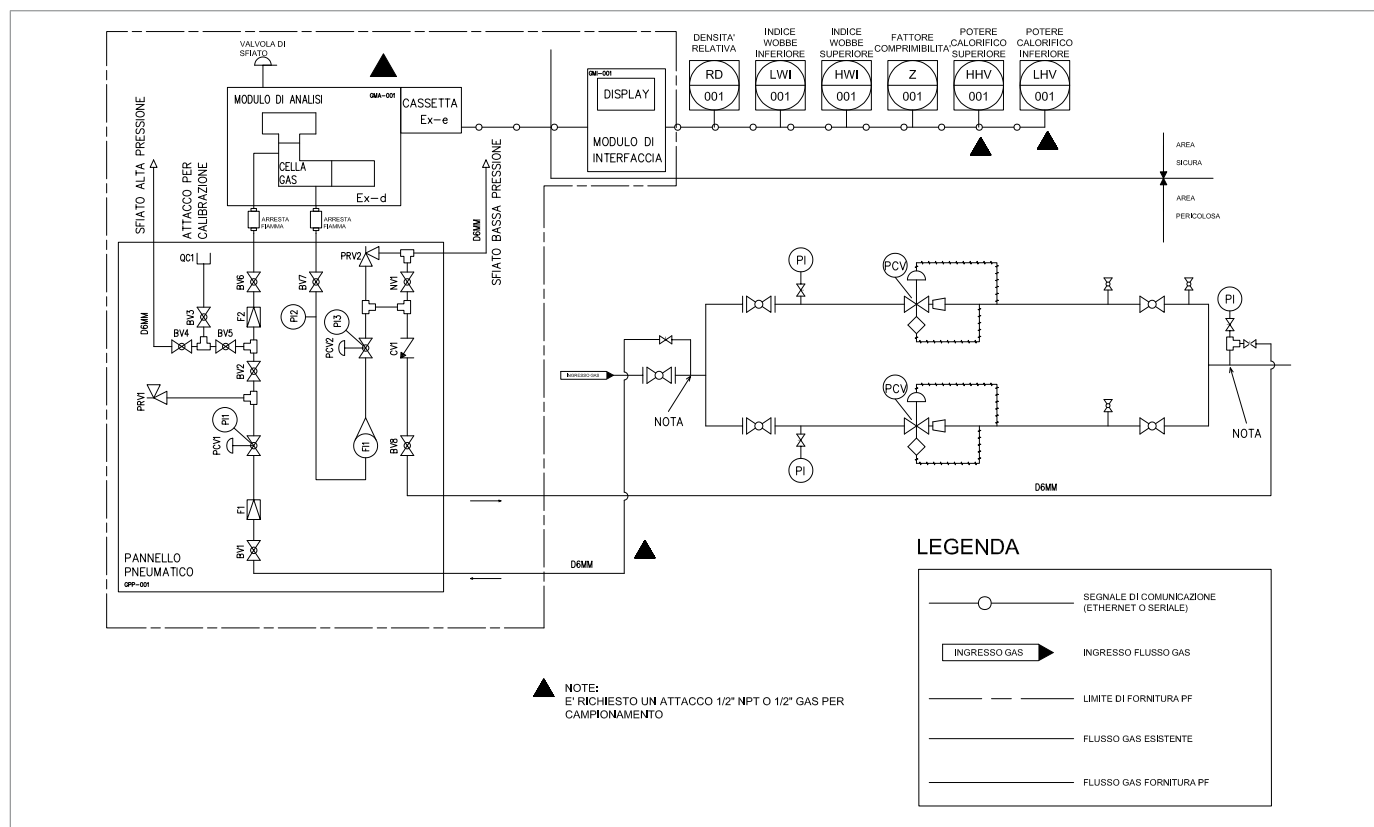
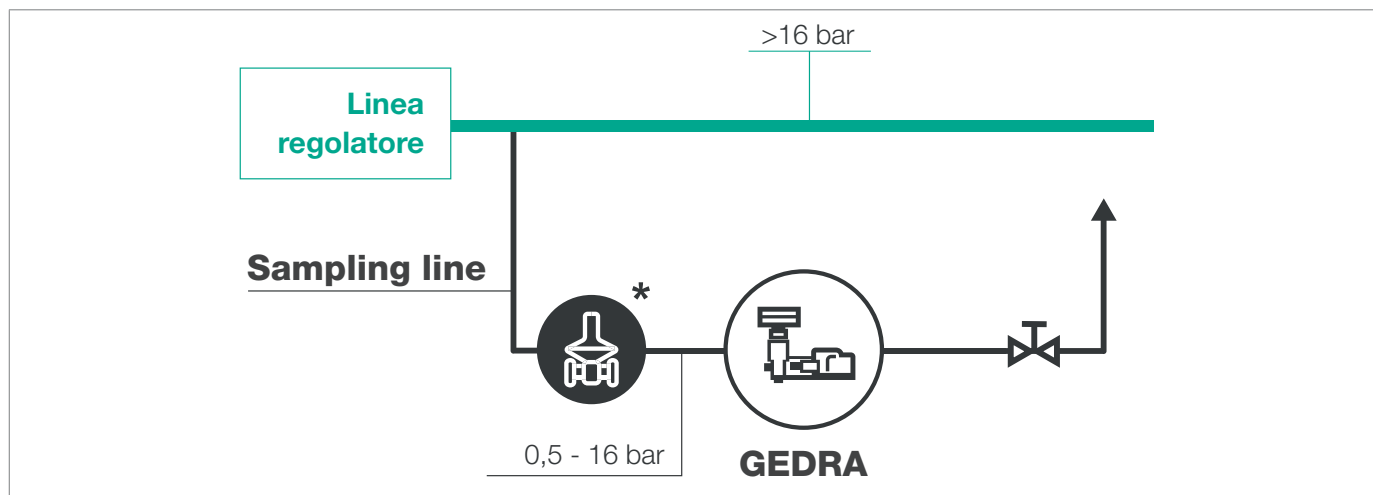
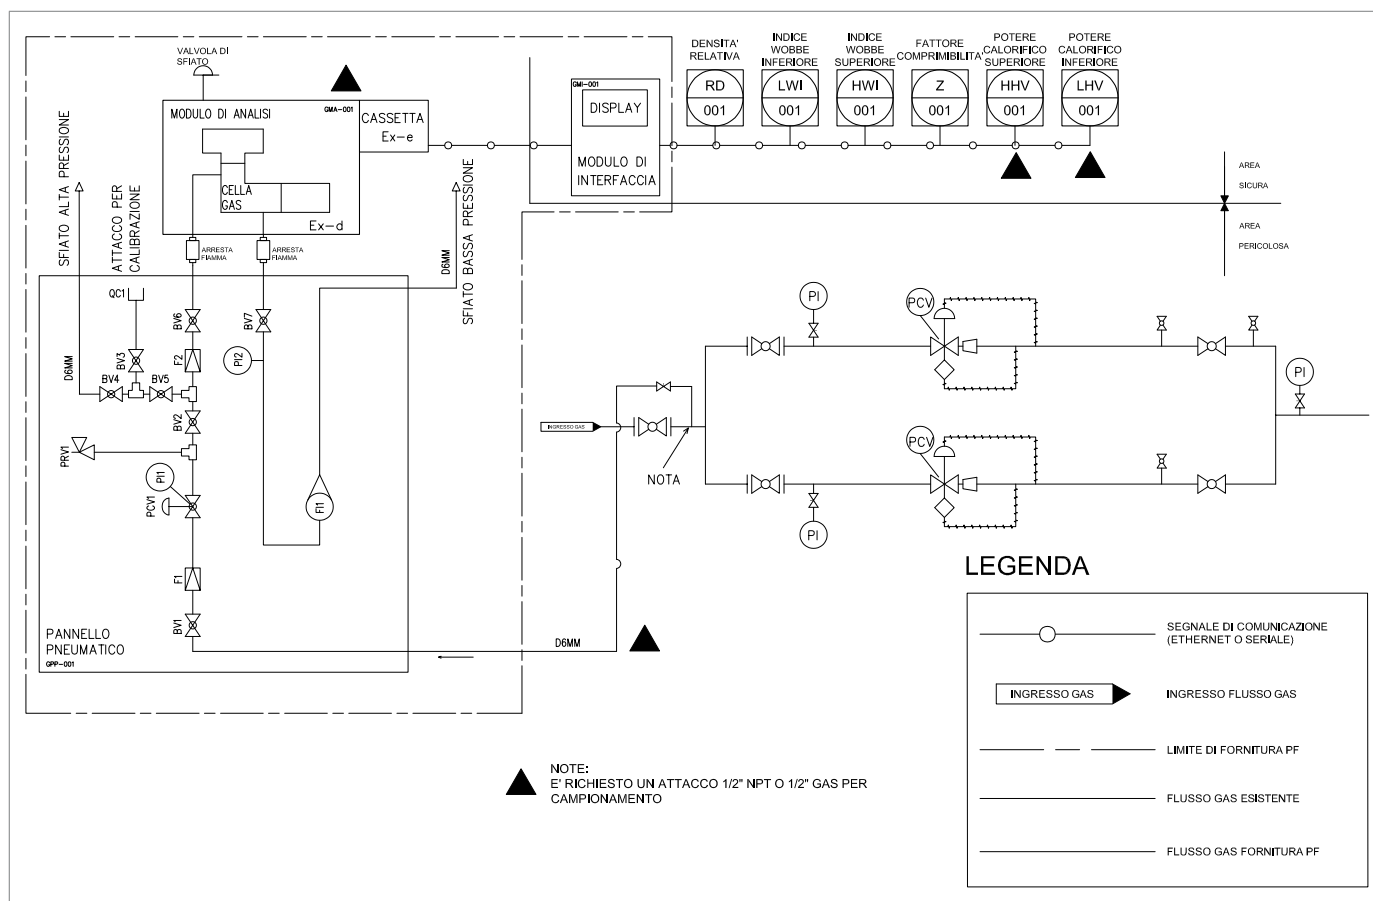

Fig. 7.34. P&ID configurazione di tipo 1 modulo di acquisizione
Fig. 7.35. Configurazione di tipo 2 del modulo di acquisizione
Fig. 7.36. P&ID configurazione di tipo 2 modulo di acquisizione
In Fig. 7.34 e Fig. 7.36 sono raffigurati i possibili schemi di installazione in area pericolosa per il modulo di acquisizione.
- un punto di re-iniezione (posto a valle della sezione di regolazione e prima della sezione di misura, in modo da non by-passare la misura della cabina), nel caso di assenza di regolazione verrà fatta l'emissione in atmosfera (configurazione tipo 2, Fig. 7.35 e Fig. 7.36)